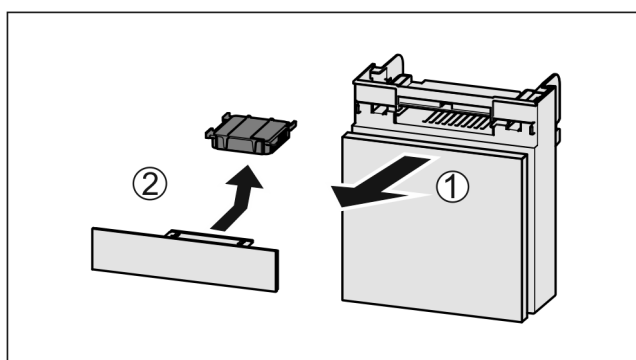

Fig. 157
- ▶ Retire el compartimiento hacia delante Fig. 157 (1).
- ▶ Retire el filtro de carbón activo Fig. 157 (2).